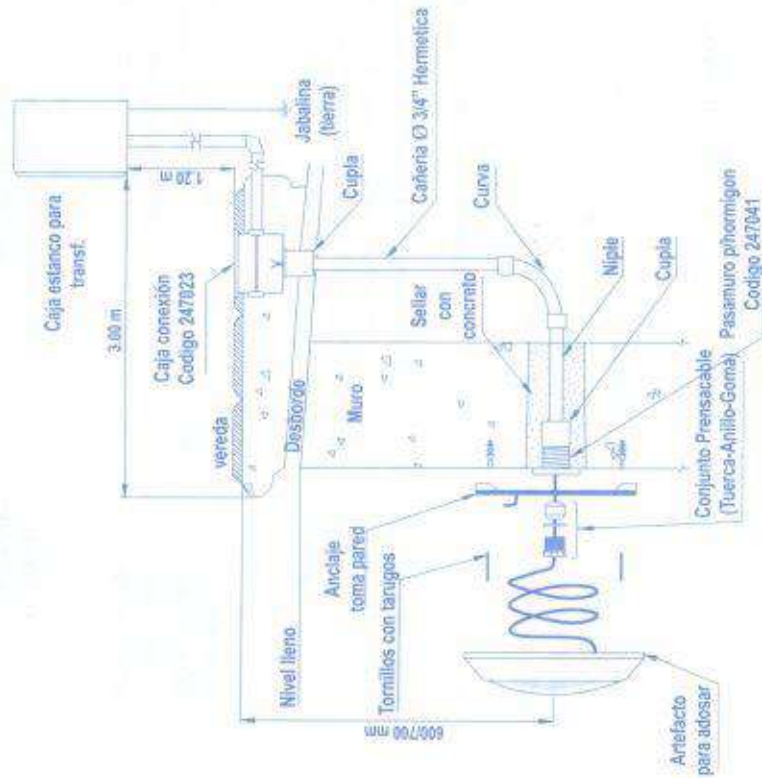

Fig. 1 - Instalación Hormigón / Mampostería
- En el lugar elegido para aplicar la lámpara de adosar se deberá realizar un orificio cuyo diámetro permita ubicar el **pasamuro con prensacable** código 247041 más una extensión de Cupla y Niple hasta afuera de la pared (ver Fig. 1 y 2), luego sellará herméticamente con concreto y terminación fina interior.